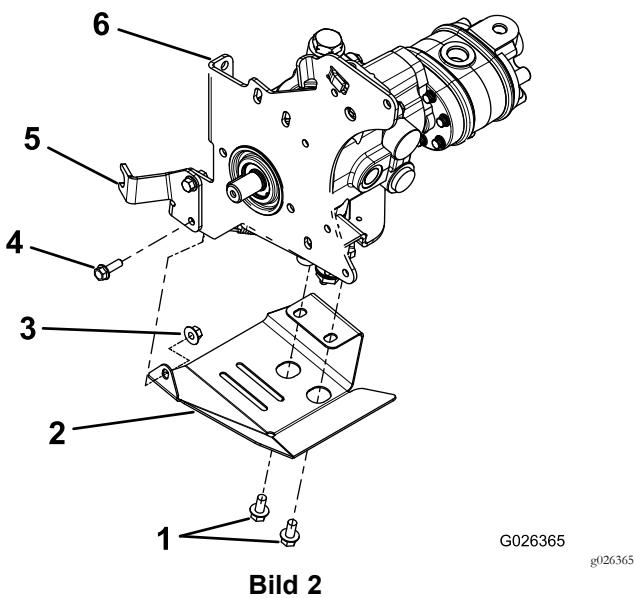

Bild 2
1. Entfernen Sie die Schraube und Mutter, mit denen das untere Ende der Kabelstützhalterung an der Pumpenplatte befestigt ist (Bild 2). Werfen Sie die Schraube weg und bewahren die Mutter auf.
2. Entfernen Sie die zwei Schrauben und bewahren sie auf, mit denen die Neutralhalterung an der Unterseite des Hydrostats befestigt ist (**Bild 2**).
3. Befestigen Sie die neue Hydrostatschutzvorrichtung und die Neutralhalterung mit den zwei Schrauben, die Sie im letzten Schritt entfernt haben, an der Unterseite des Hydrostats. Ziehen Sie die Schraube noch nicht fest (**Bild 2**).
4. Befestigen Sie die Kabelstützhalterung lose mit der neuen Schraube (liegt dem Kit bei) und der vorher entfernten Muttern an der Pumpenplatte (**Bild 2**).